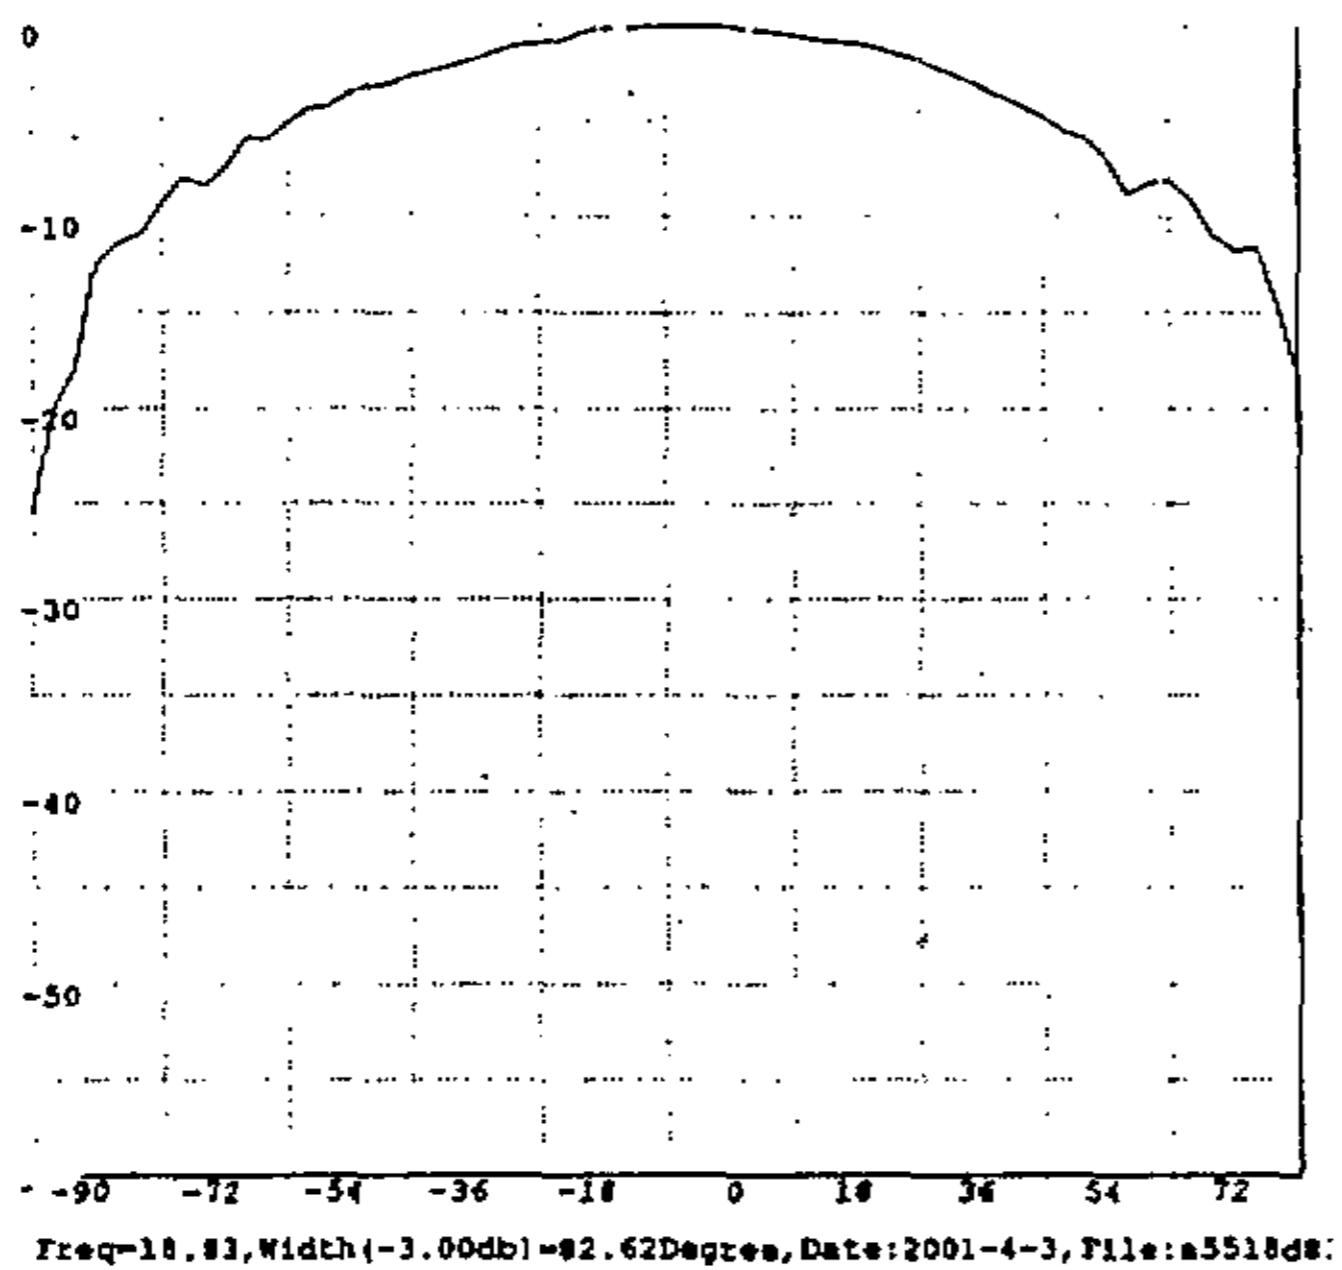

图 8 Ku 波段 MEMS 天线垂直极化方向图
2、Ku波段MEMS辐射天线芯片（照片见图6）大小为 $1.5\times3.0\text{mm}^2$ ，驻波测试结果见图7，在 $18.835\text{GHz}$ 附近驻波 $<1.5$ ，带宽 $180\text{MHz}$ ；垂直极化方向图见图8，经过与标准天线的测试结果比较得出，该Ku波段MEMS辐射天线的垂直极化增益为 $-7.5\text{dB}$ 。